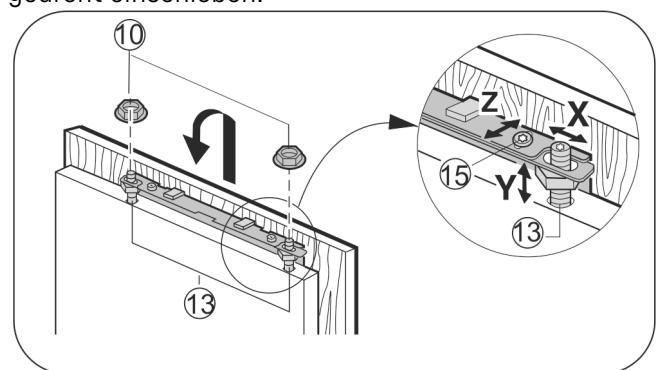

Fig. 23
- Möbeltür auf die Justagebolzen Fig. 23 (13) einhängen und Kontermuttern Fig. 23 (10) locker auf die Justagebolzen schrauben.
- Möbeltür in der Höhe **Y** und in der seitlichen Neigung ausrichten: Justagebolzen Fig. 23 (13) mit einem Schraubendreher einstellen.
- Kontermuttern Fig. 23 (10) anziehen.